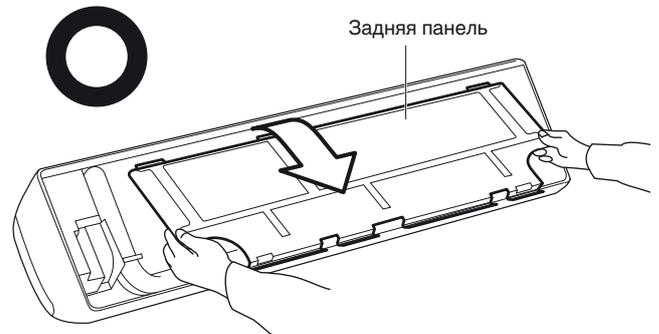

Рис. 3-3
- (3) Снимите заднюю панель, взявшись за секции, показанные на Рис. 3-3, и потянув их в направлении, показанном стрелкой.